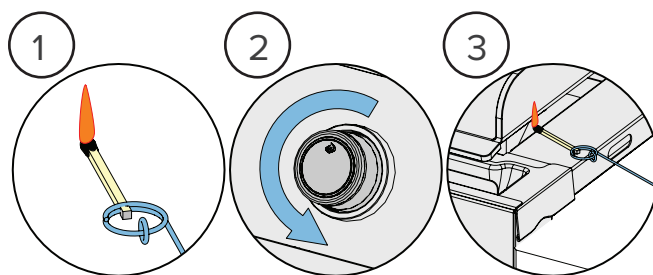

Fig. 2
3. Draai tegelijkertijd de bijbehorende branderknop naar de hoogste stand. (Fig. 2)